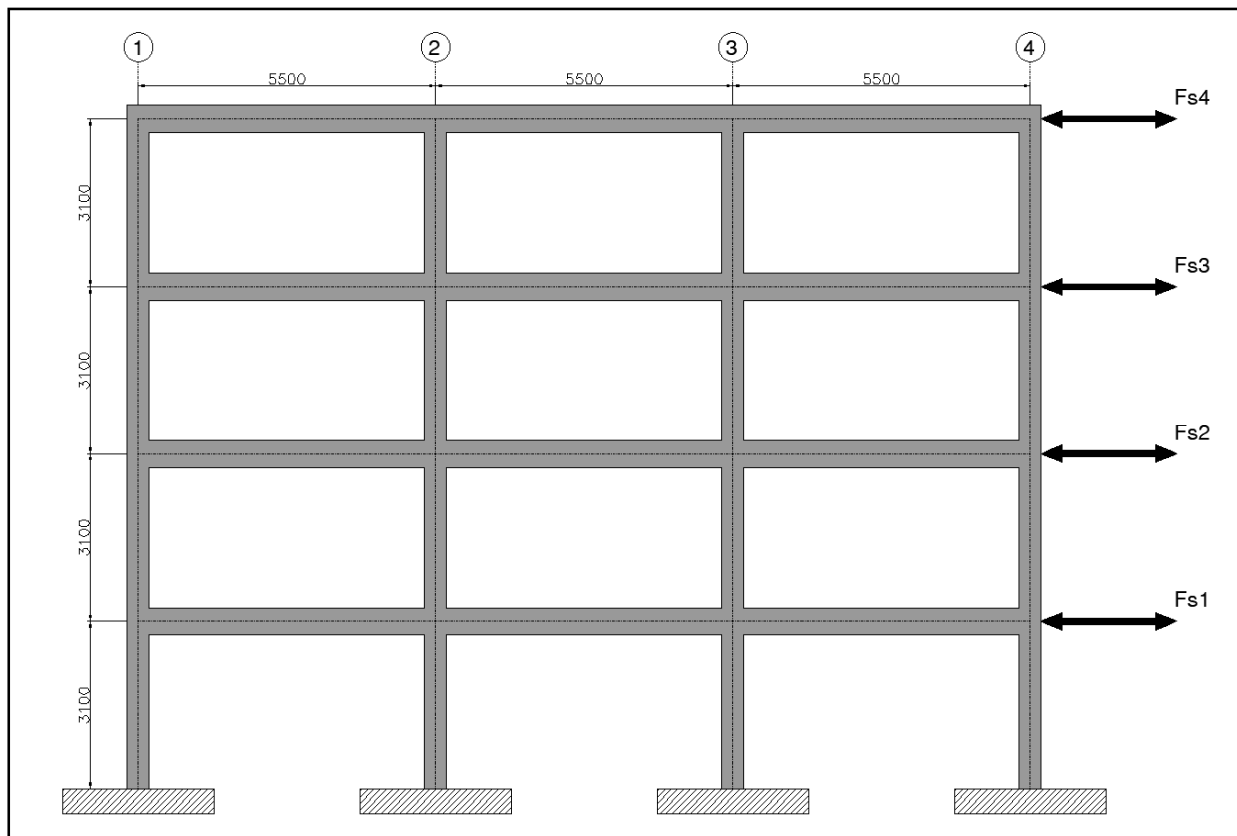

Figura 1: Modelo de análisis estructural del marco (cotas en *mm*)
1. Efectuar el diseño de **todas las vigas** del marco plano mostrado en la Figura 1 y que se verá sometido simultáneamente a la acción de cargas gravitacionales y laterales. Por restricciones arquitectónicas, el peralte de las vigas no debe exceder 50cm.